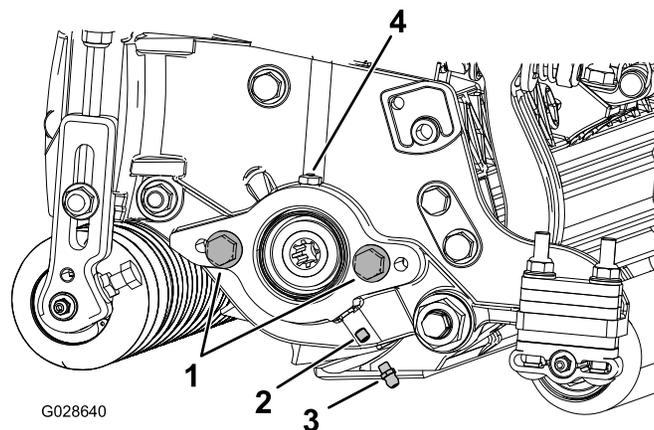

Рисунок 6
2. Установите прямую масленку (Рисунок 6).
3. Если на боковой пластине двигателя барабана нет колпачковых винтов, установите их (Рисунок 6).
5. Установите двигатель барабана и заправьте консистентной смазкой боковую пластину, пока излишки консистентной смазки не выйдут из выпускного отверстия (Рисунок 6).